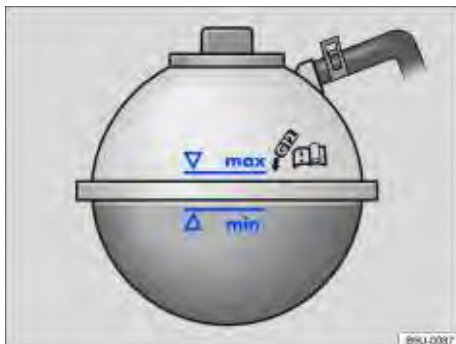

Fig. 127 No compartimento do motor: marcação no reservatório de expansão do líquido de arrefecimento do motor.
- Com o motor frio, verificar o nível do líquido de arrefecimento do motor pela marcação lateral do reservatório ⇒ Fig. 127.
- Reabastecer somente com líquido de arrefecimento do motor **novo** ⇒ ①.
- O nível do líquido de arrefecimento do motor deve permanecer dentro da marcação do reservatório ⇒ Fig. 127. **Não completar acima da marca "max"** ⇒ ①!
- Se em caso de urgência não houver à disposição líquido de arrefecimento do motor, em vez disso, completar a seguir somente com **água potável** ⇒ ①. Depois disso, a mistura com a proporção correta de aditivo do líquido de arrefecimento do motor ⇒ Página 204 deve ser colocada o mais rápido possível.
- Completar com líquido de arrefecimento do motor somente até a marca “max” ⇒ Fig. 127. Caso contrário, ao aquecer-se, o líquido excedente seria expulso do sistema de arrefecimento e poderia causar danos.